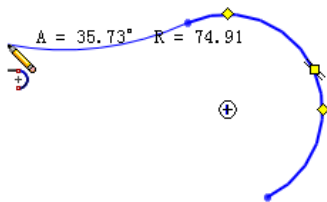

图 2-12 绘制切线弧
(1) 单击“草图”工具栏中的“切线弧”按钮，或执行“工具”→“草图绘制实体”→“切线弧”菜单命令。
(2) 在直线、圆弧、椭圆或样条曲线的端点处单击，此时出现“圆弧”属性管理器，光标指针变为形状。
(3) 拖动圆弧绘制所需的形状,如图 2-12 所示。
(4) 释放鼠标。